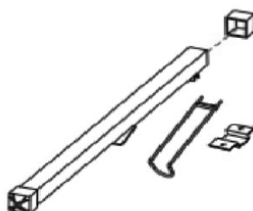

Rysunek 24
- Przymocuj zaślepki do wysięgnika, jak pokazano na Rys. 24.